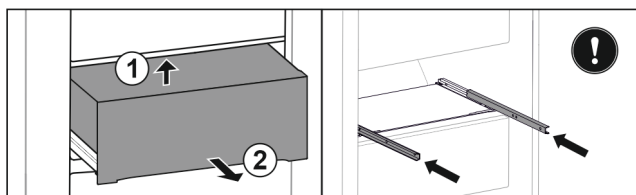

Fig. 126
- ▶ Nadvihnite zásuvku zospodu dozadu. Fig. 126 (1)
- ▶ Odoberte zásuvku dopredu. Fig. 126 (2)